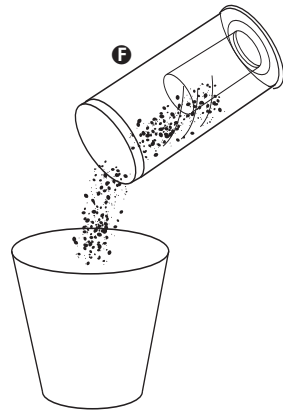

FIG. 13
Step 4: Empty the dust cup **F** into a waste container (FIG. 13). (To clean filter refer to dust cup filter section.)
Paso 4: Vacíe el recipiente para polvo **F** en un bote de basura (FIG. 13). (Para limpiar el filtro refiérase a la sección sobre el filtro del recipiente para polvo).